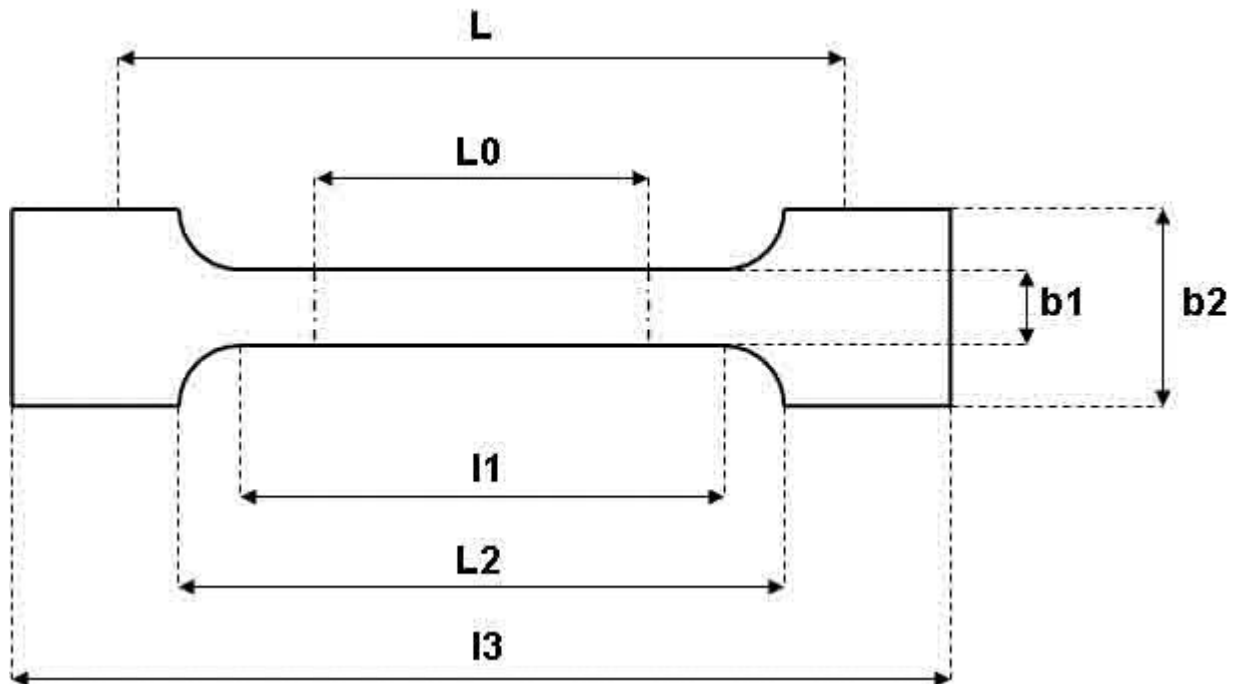

Figure 1 : éprouvette de traction de section rectangulaire
- 4. La longueur L_0 doit être inférieure à la longueur L pour pouvoir effectuer un essai de traction et obtenir la courbe figure 1. Expliquez pour quelles raisons.